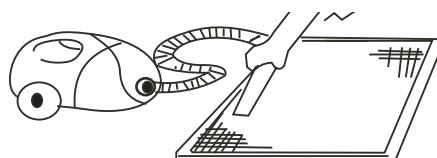

Рис. 1
• При чистке фильтра пылесосом держите его загрязненной поверхностью вверх (рисунок 1).